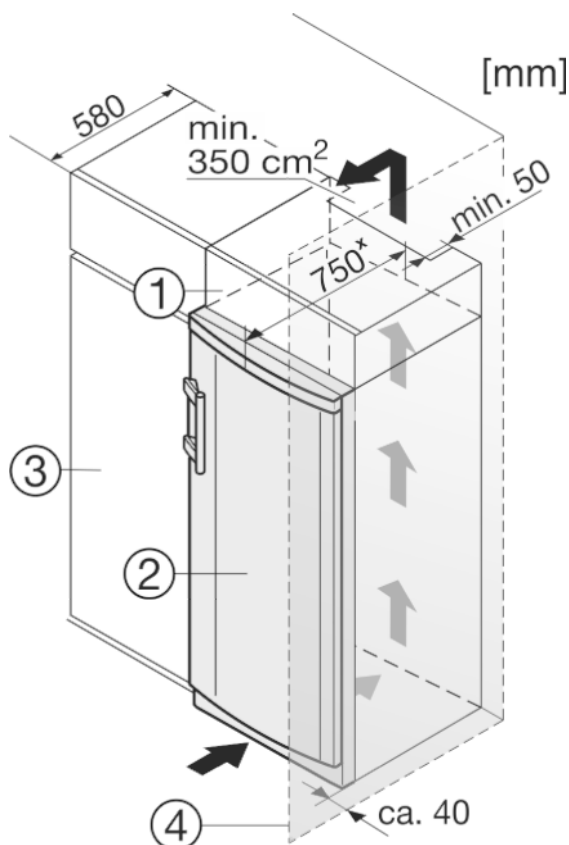

Fig. 9
- (1) Nástavbová skříň
- (2) Spotřebič
- (3) Kuchyňská skříň
- (4) Stěna
Spotřebič lze zabudovat do kuchyňských skříní. K vyrovnání spotřebiče Fig. 9 (2) na výšku kuchyňské linky lze na přístroj nasadit nástavec Fig. 9 (1).
Když se přístroj instaluje závěsy vedle stěny Fig. 9 (4), musí být vzdálenost přístroje od stěny alespoň 40 mm. To odpovídá přesahu madla při otevřených dveřích.